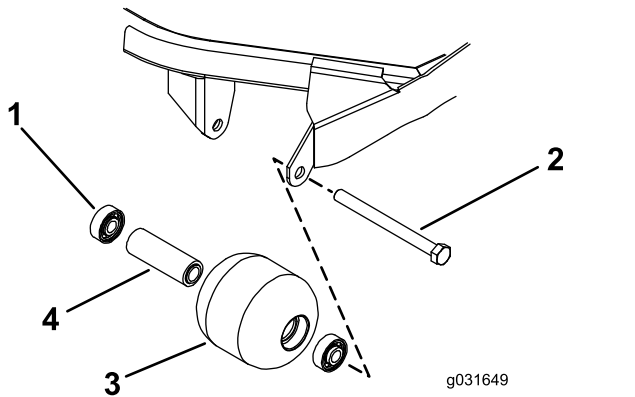

Figura 71
1. Retire o parafuso de montagem do rolo (Figura 71).
4. Verifique se a estrutura dos rolamentos, os rolamentos e o espaçador de rolamentos estão danificados (Figura 71).
1. Empurre só a calha externa ou, então, exerça o mesmo tipo de pressão nas calhas interna e externa, e empurre o primeiro rolamento para a estrutura do rolamento (Figura 71).
2. Coloque o espaçador (Figura 71)
externa, e empurre o segundo rolamento para a estrutura do rolamento até entrar em contacto com o espaçador (Figura 71).